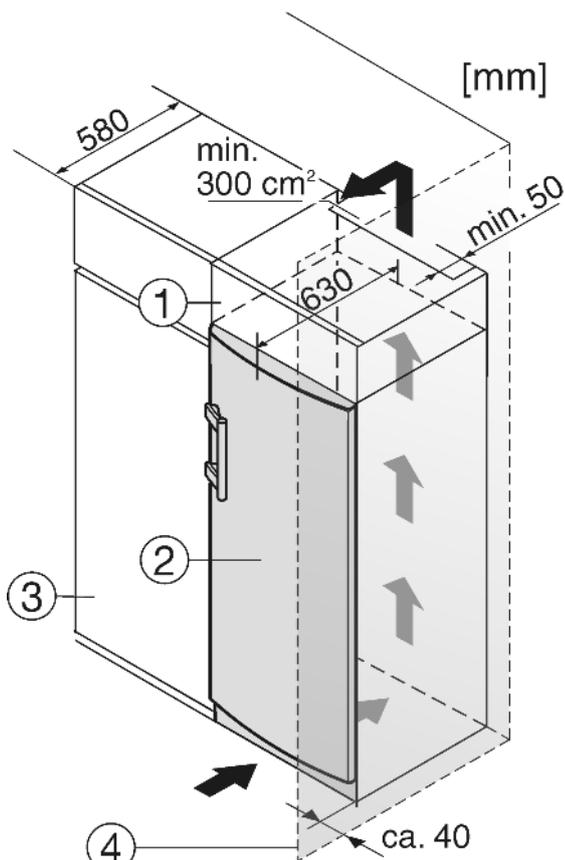

Fig. 8
- (1) Дополнительный шкафчик
(2) Устройство
(3) Кухонный шкаф
(4) Стенка
Устройство может быть окружено кухонными шкафами. Чтобы уравнять устройство Fig. 8 (2) по высоте с кухонной стенкой, можно установить над устройством дополнительный шкафчик Fig. 8 (1).
При комбинировании с кухонными шкафами (глубина макс. , 580 мм) устройство можно установить непосредственно рядом с кухонным шкафом Fig. 8 (3). Дверца устройства выступает по сторонам на 34 мм и по центру устройства на 50 мм относительно передней стенки кухонного шкафа. Поэтому ее можно свободно открывать и закрывать.
Если устройство установлено на шарнирах у стены Fig. 8 (4), то расстояние между устройством и стеной должно быть не менее 40 мм. Настолько выступает ручка при открытой дверце.